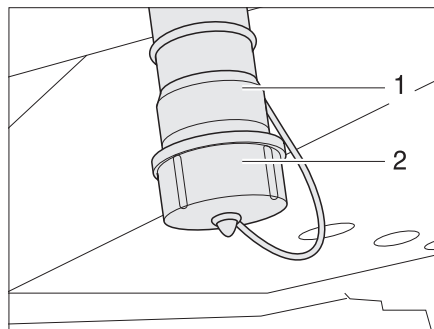

Fig. 239 Raccordo di scarico dell'acqua e raccordo di scarico delle acque grigie
- Sbloccare il coperchio di copertura (Fig. 239,2) sul raccordo di scarico dell'acqua (Fig. 239,1) ruotando di un quarto di giro in senso orario e rimuoverlo.
- Montare sul raccordo di scarico dell'acqua (Fig. 239,1) una condotta di scarico adatta, oppure posizionare un contenitore di raccolta adatto sotto il raccordo di scarico dell'acqua.